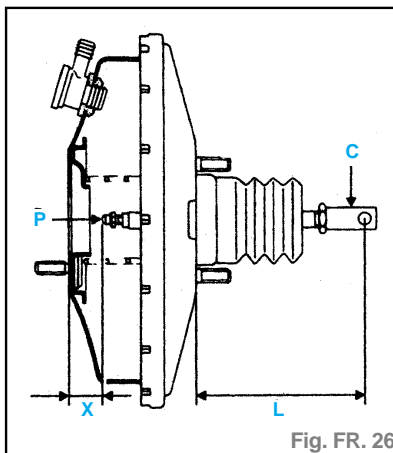

Fig. FR. 26
- Réglage selon modèle par la tige (P) (fig. FR. 26).
- Avant le remontage, vérifier (fig. FR. 26) :
- cote L = 132,5 mm réglage suivant modèle par la tige (C),
- cote X = 22,3 mm réglable suivant modèle par la tige (P).